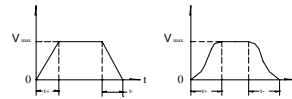

图2
3.2、位置控制的基本要求: 电机的速度一般按梯形速度图进行控制。在不同的使用条件下,最合理的速度图是不一样的,图 2 是两种最常用的速度曲线。图中最大速度、加减速时间需根据设备和生产工艺确定。图中 S 型加速段,速度逐渐增加,可避免冲击;减速阶段则速度在最后阶段越来越小,有利于准确停车。